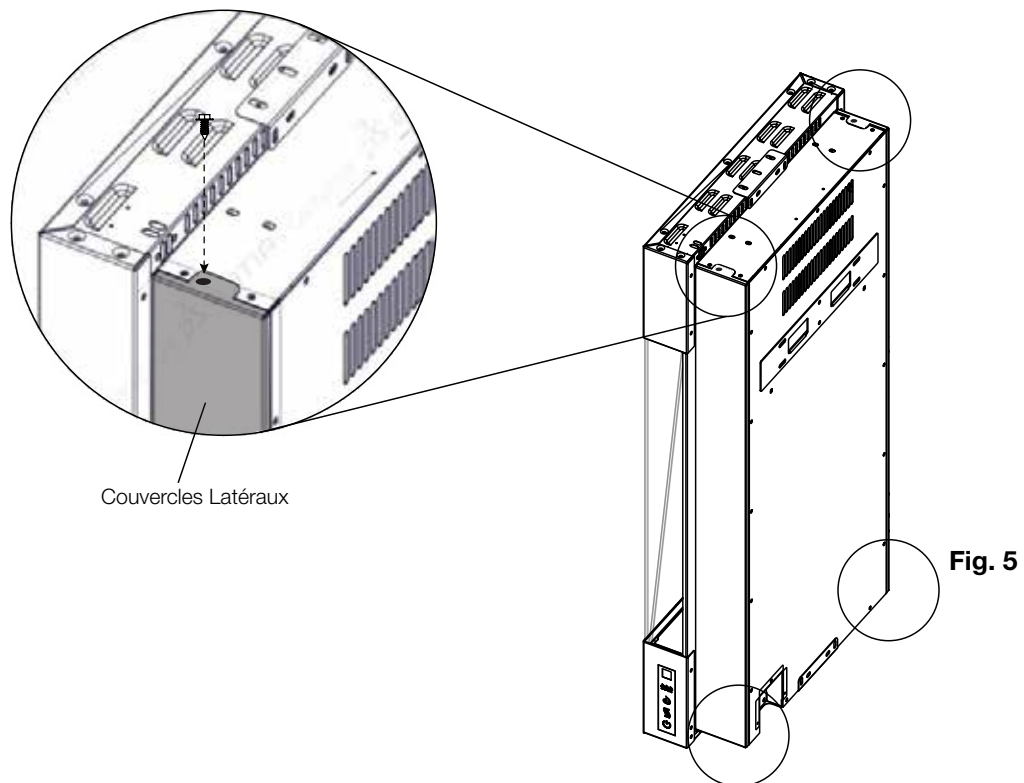

Fig. 5
12. Installez le couvercles latéraux à l'aide des vis précédemment retirées à l'étape 2 (**Fig. 5**).